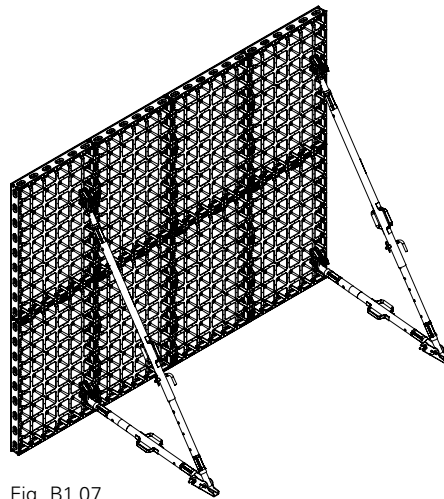

Fig. B1.07
8. Montare tutti i puntelli di stabilizzazione necessari (38, 39) rispettando la distanza d'influenza consentita. (Fig. B1.07)
1. Assemblare il secondo paramento analogamente al primo. (Fig. B1.07)